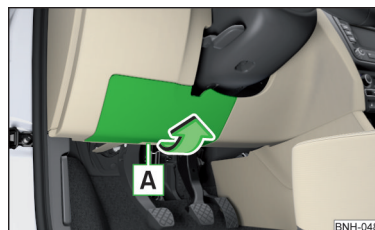

Fig. 270
- Quitar la cubierta de la caja de fusibles» fig. 270 en el sentido de la flecha.